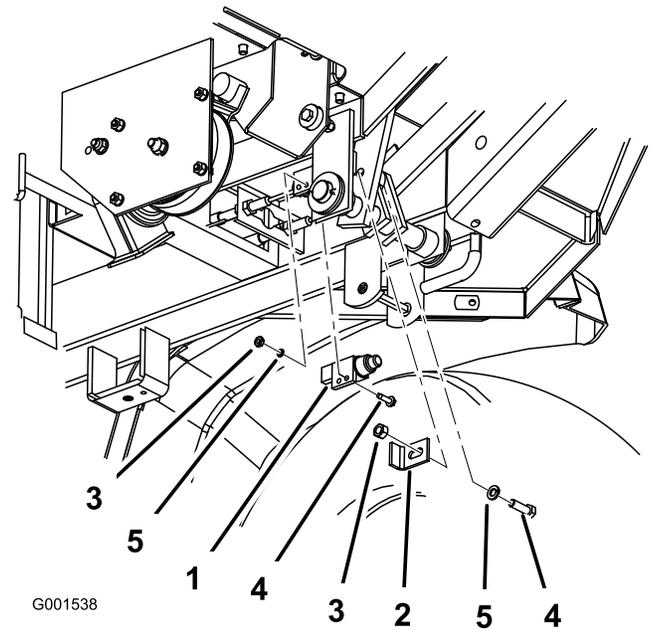

Bild 5
3. Bauen Sie den neuen Bremsschalter mit den zuvor entfernten Teilen ein (Bild 5).
4. Bauen Sie den neuen Bremsschalter mit den zuvor entfernten Teilen ein (Bild 5 und Bild 6).